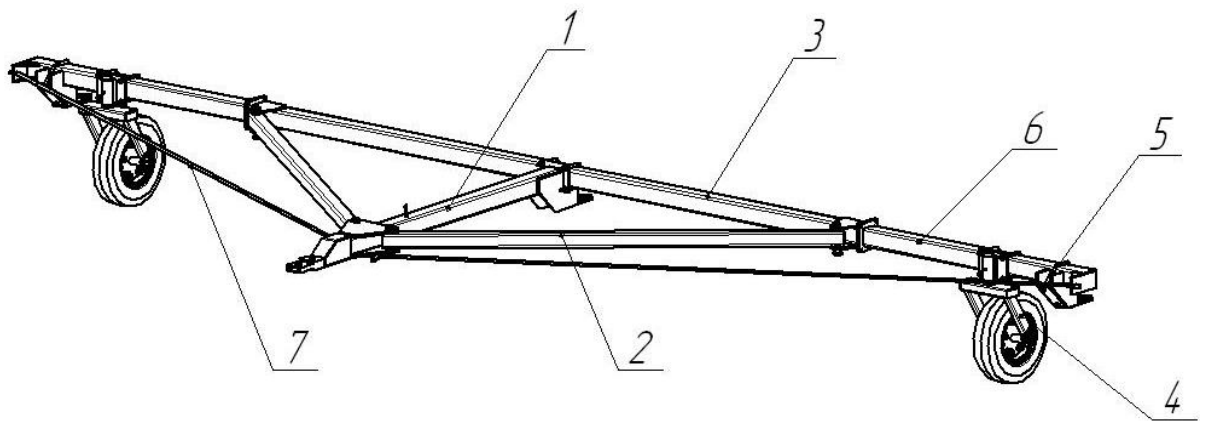

Рисунок 1 - Сцепка гидрофицированная СП-5 двух культиваторов КСО-4(5)
Сцепка СП-5 (рис.1) представляет собой прицепную машину, состоящую из следующих основных сборочных единиц:
4.4 Брус задний 3 (рис.1) представляет собой сварную конструкцию, которая посредством осей и скоб крепится к снице 1 и раскосам 2.
На брусе заднем посредством фланцев закрепляются удлиннители 6 (рис.1) на которых устанавливаются, колесо с пневматической шиной 5,00-10 и прицеп, служащий для присоединения к сцепке сеялки.
4.6 Растяжка 7 (рис.1) связывает сницу 1 с удлиннителем 6 и крепится к ним гайками. При переводе сцепки из рабочего положения в транспортное растяжка 7 снимается и снимаются удлиннители.
6.2.4. Присоединение культиваторы к сцепке осуществляется с помощью прицепов (рис.1).